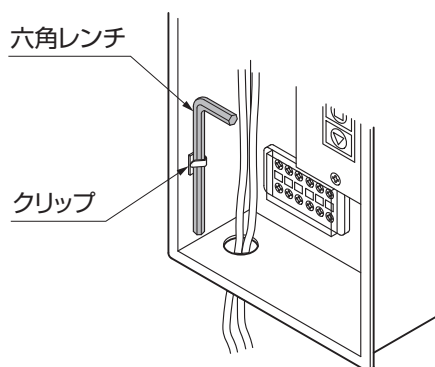

図16-2
- ②配電ボックス内にクリップで仮固定してある六角レンチを取出してください。（図16-2参照）